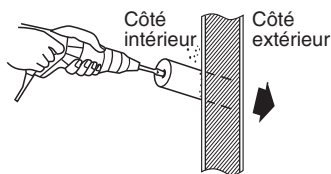

Fig. 3-20
- Les positions des connexions de tuyauterie de réfrigérant sont indiquées dans la figure ci-dessous. (Le tube peut être acheminé en 3 directions.) (Fig. 3-20)